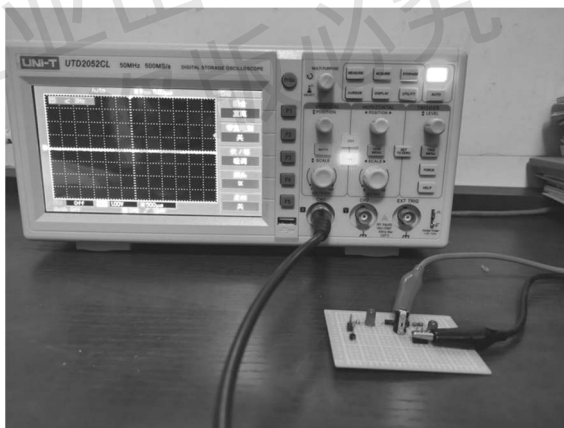

图 3-34 探头另一端鳄鱼夹接被测电路
② 红色鳄鱼夹接被测电路，即电容的正极，黑色鳄鱼夹接地，如图 3-34 所示。